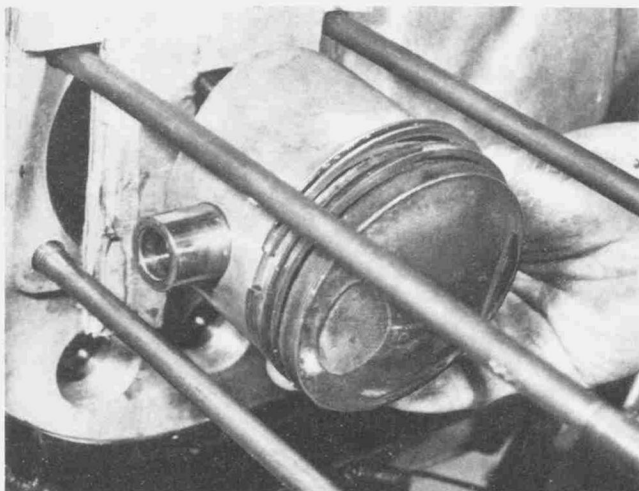

Bild 24
- Den Kolben mit einem in kochendes Wasser getauchten Lappen oder einem heissen Bügeleisen anwärmen und den Kolbenbolzen herausdrücken. Es darf keine Gewalt angewandt werden, da sich sonst die Pleuelstange verbiegt oder andere Beschädigungen verursacht werden. Als Alternative hierzu kann auch ein spezielles Kolbenbolzen-Ausbauwerkzeug benutzt werden (Bild 24).